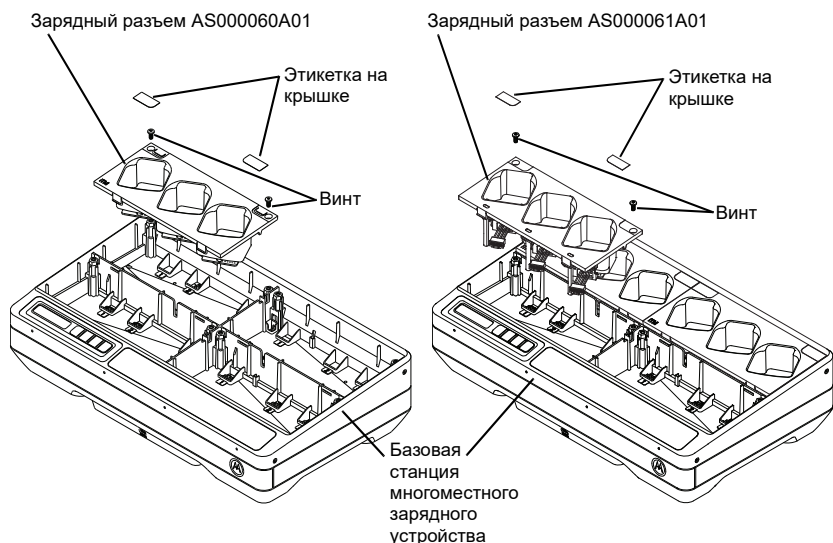

Рис. 7. Установка и отсоединение зарядного разъема.
4. Снимите зарядный разъем, потянув вверх соединительный разъем (см. Рис. 7).